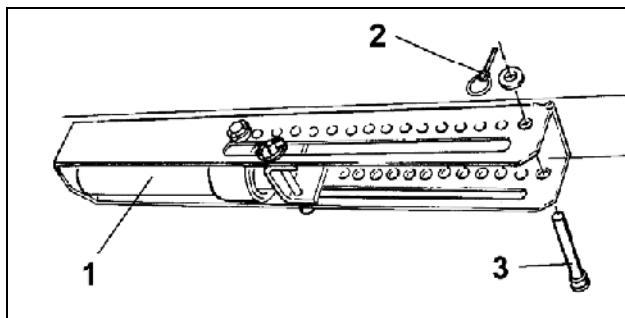

Рис. 88
- Уберите давление из гидравлического цилиндра (Рис. 88/1).
- Вставьте палец (Рис. 88/3) в отверстие сегмента регулировки и закрепите при помощи фиксирующего пальца с пружинной защелкой (Рис. 88/2).